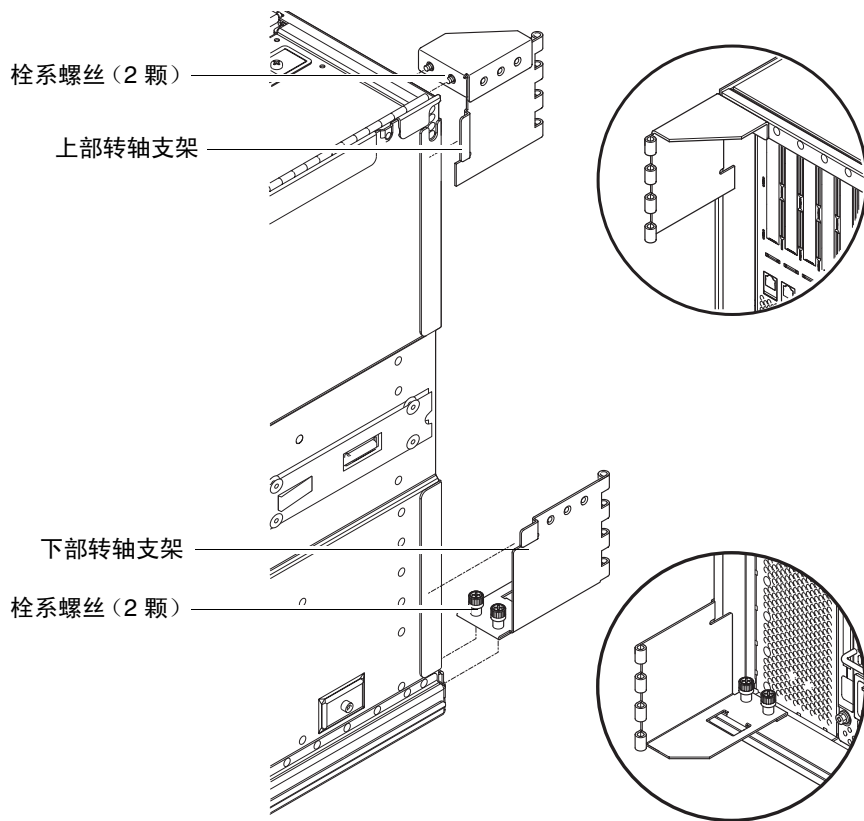

图 1-15 安装上部和下部转轴支架
2. 从电源电缆臂的下部转轴支架上取下铰链销（图 1-15）。
3. 使用两颗栓系螺丝将上部转轴支架固定到系统上（图 1-15）。
4. 使用两颗栓系螺丝固定下部转轴支架（图 1-15）。